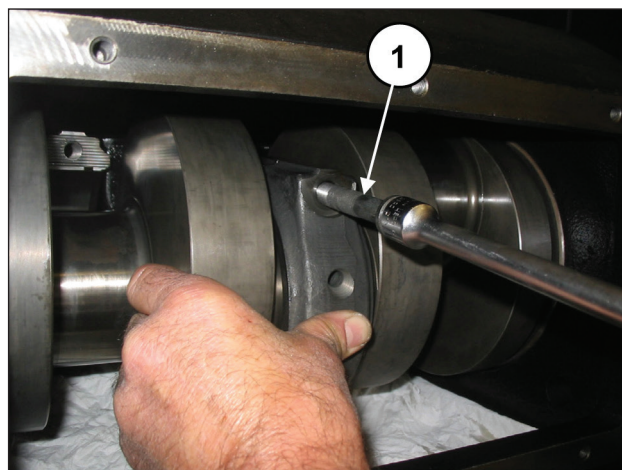

Fig. 60
Fixe as capas nas semi-bielas mediante os parafusos M12x1,25x87 (pos. ①, Fig. 60).